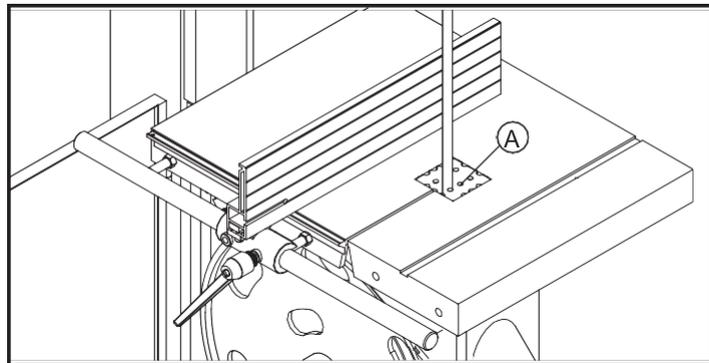
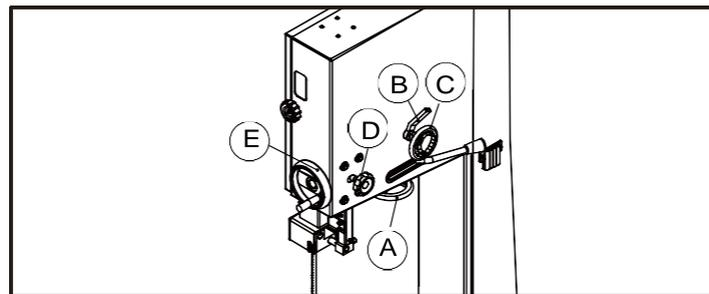

Рис.4.4.1
Рис.4.4.2
- Для установки пильного полотна сначала снимите настольную вставку "А" (Рис.4.4.1), Наденьте пильное полотно колесо, проверив, что зубья находятся в правильном положении, а затем произведите натяжение пильного полотна с помощью маховика "А" (Рис.4.4.2). Правильное значение натяжения указано на шкале натяжения внутри верхней двери, указанное значение соответствует ширине лезвия.
- Поверните маховик вручную, проверяя, чтобы пильное полотно не мешало каким-либо неподвижным частям и чтобы оно правильно располагалось на бандаже. Остриё зубьев должно слегка выступать за край бандажной ленты колеса. Чтобы отрегулировать положение пильного полотна на бандажной ленте колеса ослабьте фиксирующую ручку "В" (Рис.4.4.2), а затем поверните штурвал "С" (Рис.4.4.2) пильное полотно будет перемещаться внутрь если штурвал вращать по часовой стрелке и естественно при обратном вращении пильное полотно будет отодвигаться обратно. Таким способом производите регулировку достижения правильного расположения пильного полотна, после чего зафиксируйте стопорный рычаг.
Регулируемый защитный кожух ленточной пилы должен располагаться как можно ближе к обрабатываемой детали. Чтобы отрегулировать высоту, отпустите стопорную ручку "D" (Рис.4.4.2) и поверните маховик "E" (Рис.4.4.2), чтобы отрегулировать правильно защитный кожух. Зафиксируйте штурвал, как только будет получено правильное положение защитного кожуха.